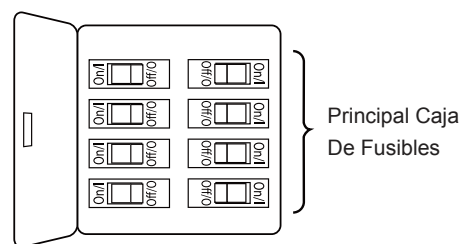

Figura 1
1. Extraiga las tres pestañas estabilizadoras y la bolsa de plástico del motor. Deshágase de las pestañas estabilizadoras. (Figura 1)
Para evitar una posible descarga eléctrica, asegúrese de cortar la alimentación eléctrica de la caja de fusibles principal antes de colgar el ventilador. (Figura 1)
- ☐ 1. Para configurar el código de unidad del receptor. Deslice los interruptores de código a las mismas posiciones que en el transmisor. (Figura 1)